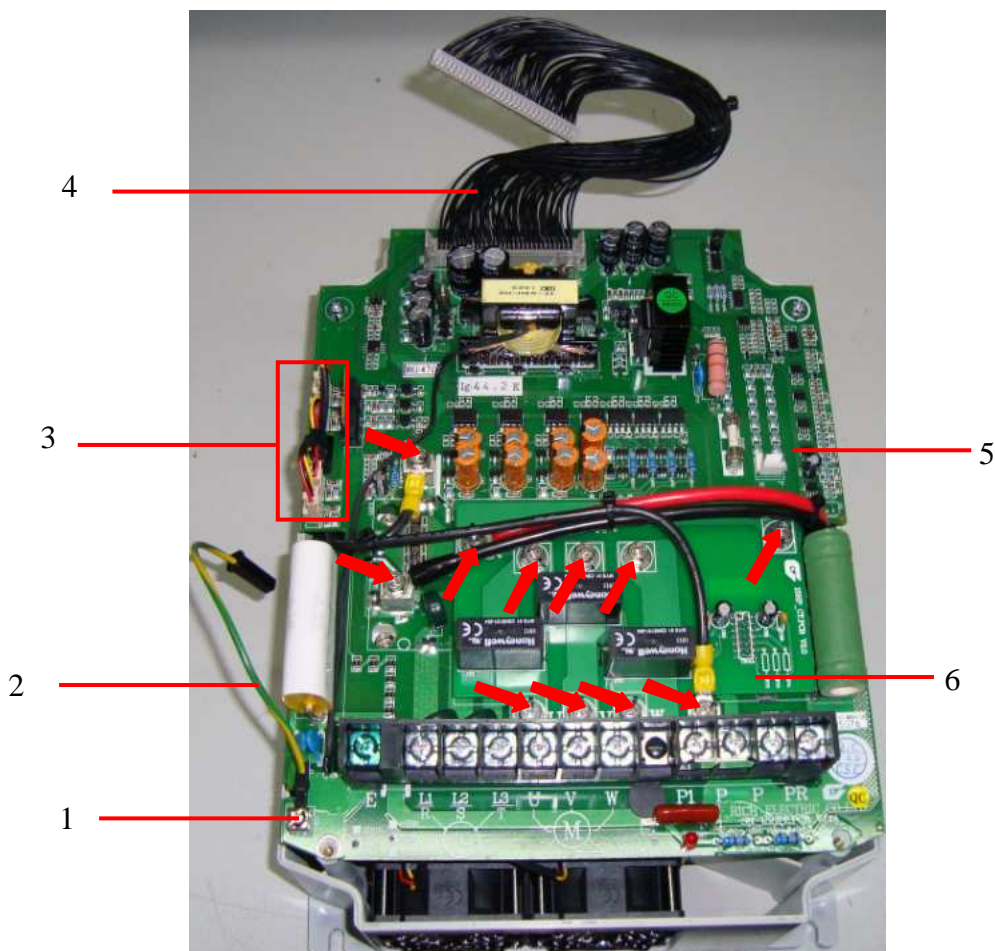

Рис. 6.8
6.6.1. Выкрутить винт крепления проводов заземления 1 и 2 (рис. 6.8). Положить винт и провод заземления 1 в тару.
6.6.2. Отсоединить от платы драйверов разъемы кабелей вентиляторов и шлейфа ЦП (рис. 6.8).
6.6.3. Выкрутить одиннадцать винтов (рис. 6.8, красные стрелки), демонтировать плату токовых датчиков. Положить плату и винты в тару.
6.10.2. Отсоединить разъемы кабелей вентиляторов от платы драйверов (рис. 6.8).